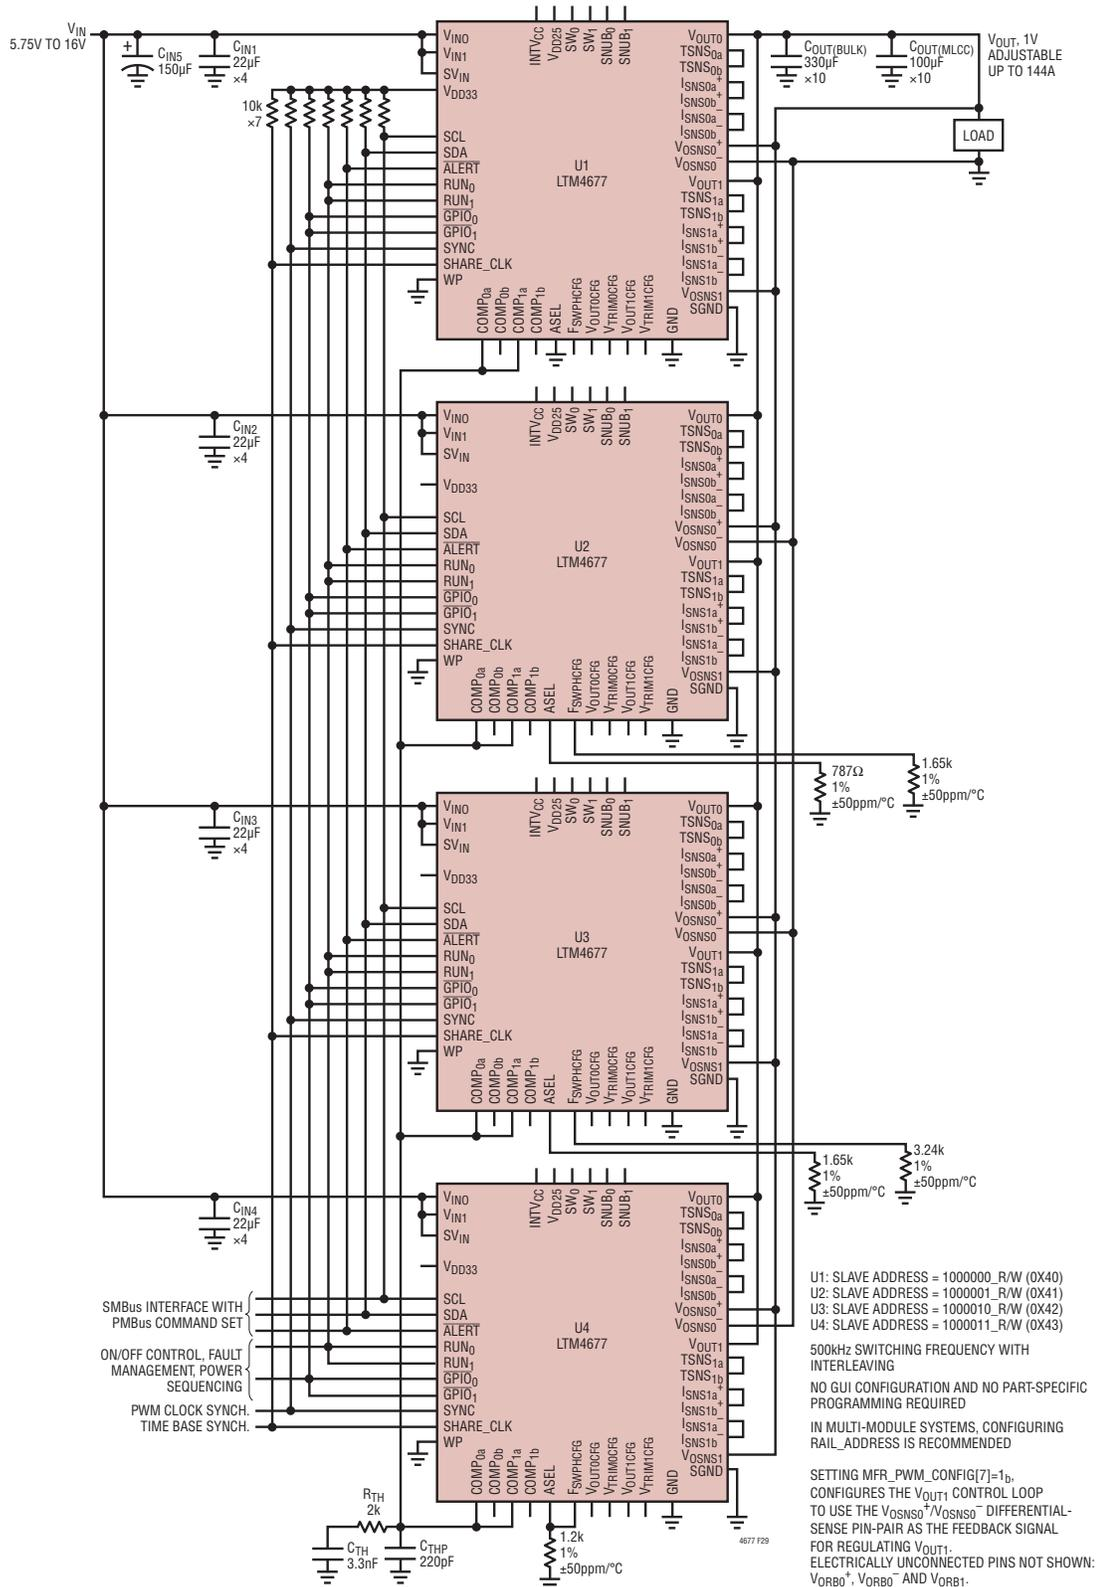

図29. 並列接続された4個のLTM4677が最大144Aで1V出力を生成。2線 I²C/SMBus/PMBusシリアル・インタフェースでアクセス可能なパワーシステム・マネージメント機能を搭載。評価や詳細情報については、デモボード DC2143を参照
- 並列モジュールの場合は、図29に示すように、 V_{OUTn} 、 V_{OSNS0+}/V_{OSNS-} や $V_{OSNS1}/SGND$ の電圧検出用差動ペア入力、 $RUNn$ 、 $\overline{GPIO}n$ 、 $COMPna$ 、 $SYNC$ 、 $SHARE_CLK$ の各ピンを互いに接続します。